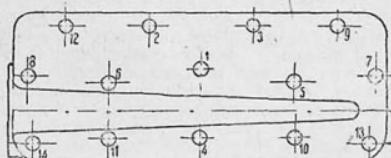

Рис. 1. Порядок затяжки гаек головки цилиндров двигателя «М»
6. Введена шлифовка верхней плоскости блока цилиндров и установлен порядок затяжки гаек на шпильках крепления головки к блоку (рис. 1). Это сделано для устранения пробивания прокладок.